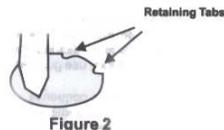

Figure 2
2. Remove knockout at center of fixture by placing straight blade screwdriver on knockout and striking sharply with hammer. Slug may then be removed with pliers. See Figure 2.
2. Pour enlever la débouchure appuyer un tournevis sur celle-ci et donner un coup de marteau. Enlever la rondelle à l'aide de pincès. Voir la Figure 2.